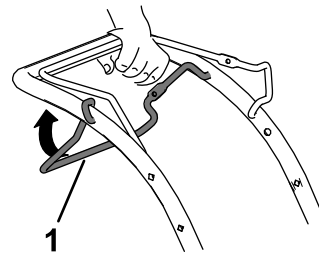

Bild 13
- Einkuppeln des Selbstantriebs: Ziehen Sie den Selbstantriebsbügel zum Holm und halten Sie ihn in dieser Stellung (Bild 13).